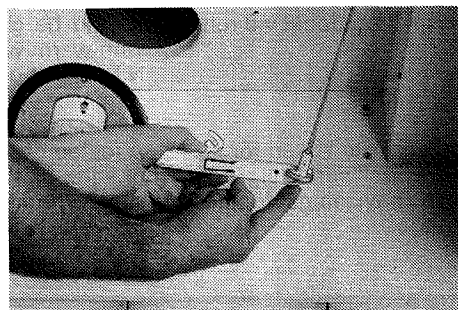

Fig. 7
4. Koppla ur excenterstången från strypdonets arm, se fig. 7.
4. Disconnect the eccentric rod from the arm of the throttling device (see Fig. 7).